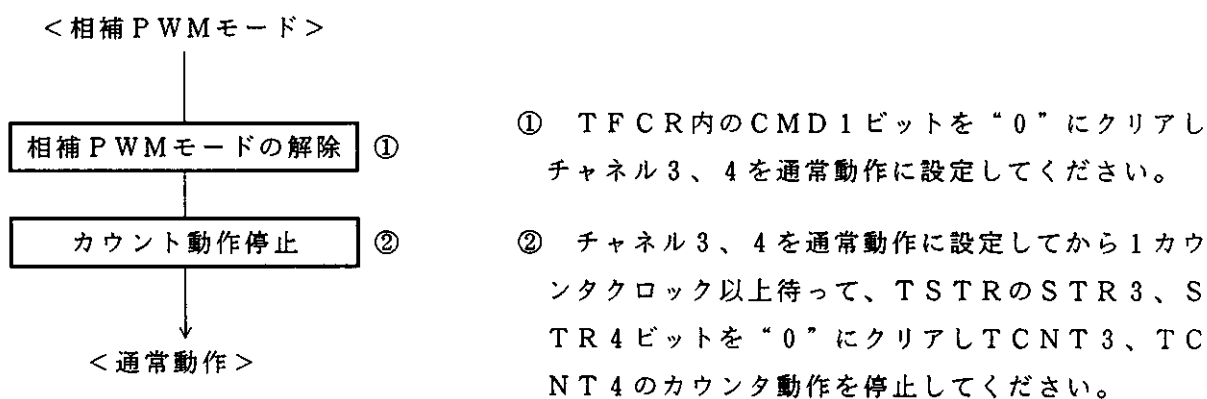

図10.34 相補PWMモードの解除手順例
(2) 相補PWMモードの解除手順
図10.34に相補PWMモードの解除手順を示します。まず、①タイマファンクションコントロールレジスタ(TFCR)のコンビネーションモード(CMD)1.0ビットを“10”から“00”または“01”に再設定し、相補PWMモードから通常動作モードにします。その後②チャンネル3、4で使用しているカウンタ入力クロックの1クロック以上待つ、タイマスタートレジスタ(TSTR)のカウンタスタート(STR)3、4ビットをクリアしてチャンネル3、4のカウンタTCNT3、TCNT4のカウンタ動作を停止してください。